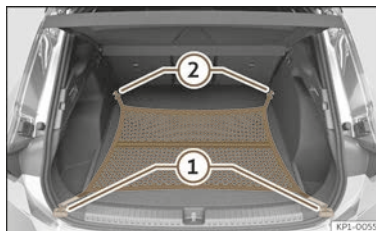

Abb. 193 Im Gepäckraum: flach eingehängtes Gepäckraumnetz.
- Hängen Sie die Haken in die Verzurrrösen ein >>> (Abb. 193) ① und ② >>> ⚠. Der Reißverschluss des Gepäckraumnetzes muss dabei nach oben zeigen.